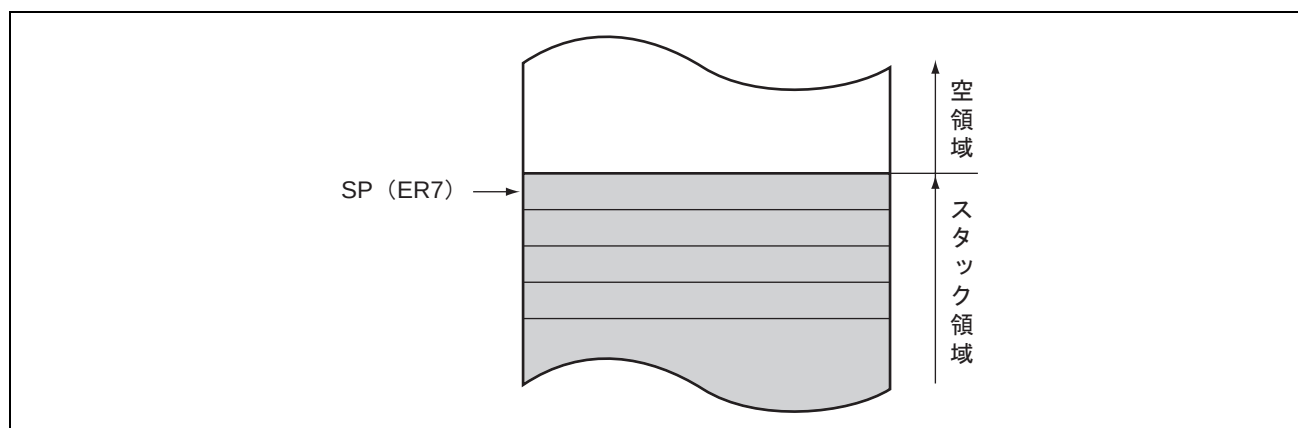

図 2.6 スタックの状態
汎用レジスタ ER7 には、汎用レジスタとしての機能に加えて、スタックポインタ (SP) としての機能が割り当てられており、例外処理やサブルーチン分岐などで暗黙的に使用されます。スタックの状態を図 2.6 に示します。